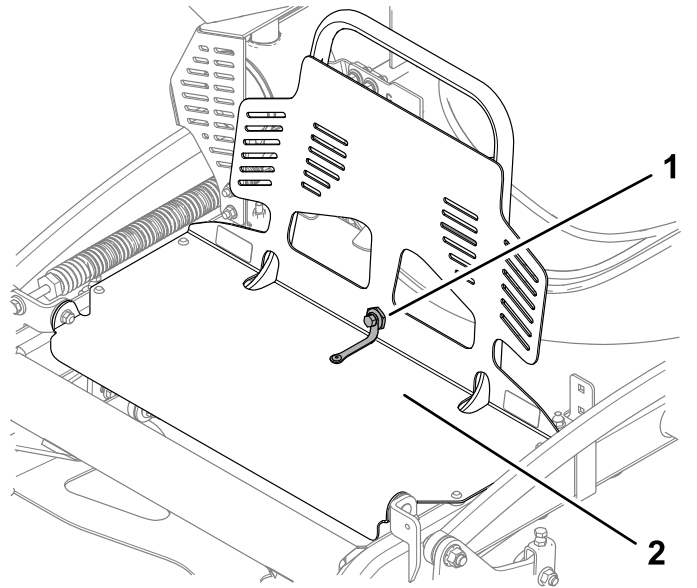

Figura 29
1. Retire el perno y la tuerca de cuello largo que fijan el protector del motor y la extensión del protector (Figura 29).
4. Fije el protector del motor en la extensión del protector con el perno y la tuerca de cuello largo, tal y como se muestra en la Figura 29.